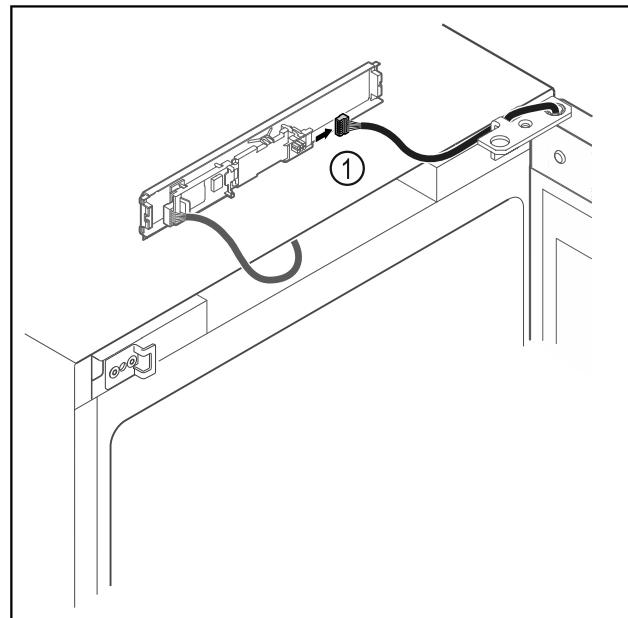

Fig. 18
► Odpojte zástrčku Fig. 18 (1) z dosky plošných spojov.